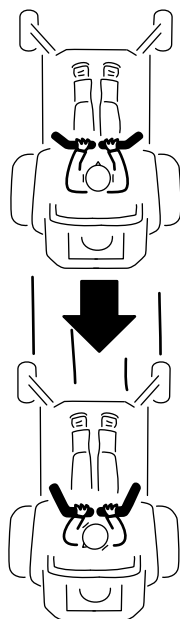

Bild 26
- 2. Ziehen Sie zum Rückwärtsfahren die Fahrtriebshebel langsam nach hinten (Bild 26).